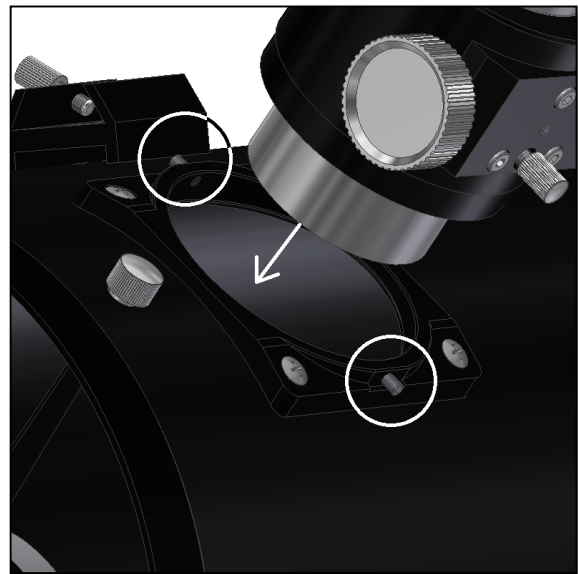

Figure 17. Mise en place de la mise au point (non incluse)
5. Accessoires facultatifs (non inclus). Le télescope Omegon Dobson est livré avec une configuration de montage basique c.à.d. seulement le tube optique et l'embase. La mise au point, le chercheur et d'autres accessoires tels que les oculaires, ne sont pas inclus. Pourquoi ? Parce que nous voulons offrir à chaque utilisateur la chance de configurer son télescope selon ses propres besoins. Par exemple, si vous avez vos propres oculaires de télescope, vous n'avez sûrement pas besoin d'en acheter des nouveaux. Vous allez utiliser les vôtres et économiser de l'argent. Nous offrons différentes mises au point, des basiques et des ultrasophistiquées, l'utilisateur pouvant choisir celles qui répondent à ses besoins. Du fait que ces accessoires facultatifs sont constamment améliorés et mis à jour, les instructions suivantes sont un guide de base pour leur mise en place sur le télescope. **5.1. La mise au point** La mise au point est une partie essentielle du télescope car elle est utilisée pour obtenir des images mises au point de façon précise. Pour monter la mise au point, dévissez les deux jeux de vis comme représenté dans la figure 17, et insérez le tube support de la mise au point. Assurez-vous que le tube support est bien fixé dans l'embase de la mise au point. Le jeu de vis doit être revissé pour maintenir fixée la mise au point.